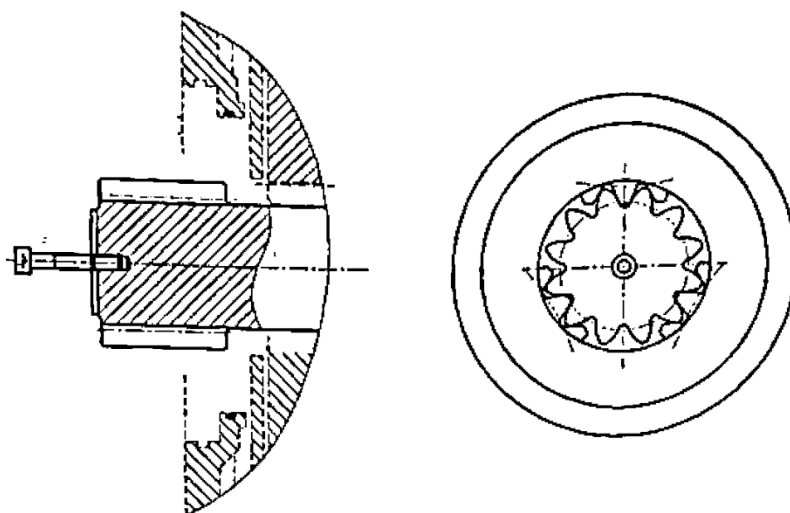

Рисунок 3.89. Извлечение вала солнечной шестерни
- ▶ Извлечь шлицевой вал солнечной шестерни из планетарной коробки передач с помощью вспомогательного винта М5х80, рис. 3.89.